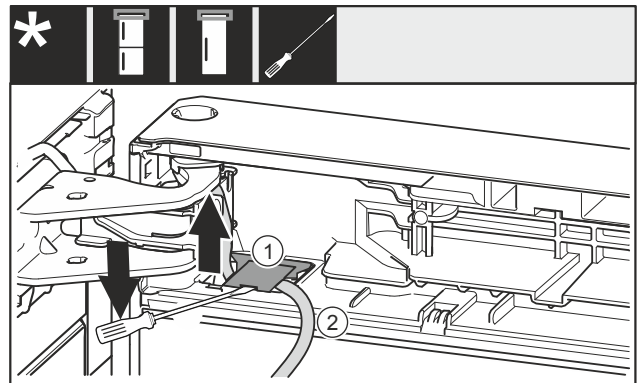

Fig. 26
- ▶ Met een platte schroevendraaier de afdekking Fig. 26 (1) optillen en wegtrekken.
- ▶ Kabel Fig. 26 (2) uittrekken.